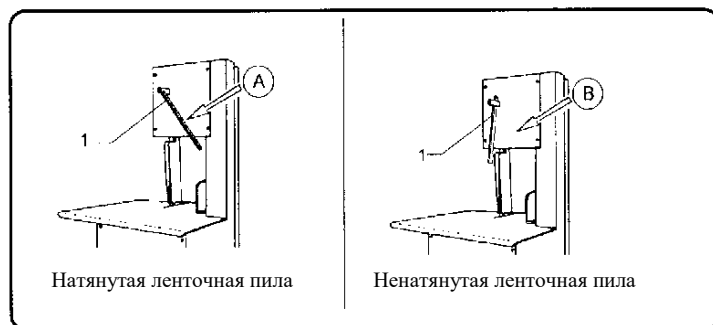

Рисунок 7.6.1
### 7.6.1 Регулирование натяжения ленточной пилы (рисунок 7.6.1)
Натяжение ленточной пилы нельзя произвести простым механическим перемещением рукоятки "1". Для натяжения ленточной пилы нужно эту рукоятку повернуть в позицию "А" (рисунок 7.6.1). Разблокирование ленточной пилы производится поворотом этой же рукоятки в позицию "В".
### 7.6.2 Замена ленточной пилы (рисунок 7.6.1)
- Натяжка ленточной пилы производится поворотом рукоятки "2" в позицию "A" (см. рис. 7.6.1).